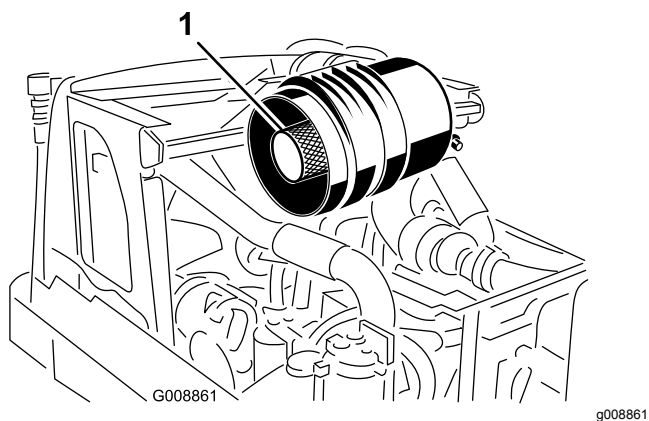

Рисунок 47
**Внимание:** Не пытайтесь очистить контрольный фильтр. Замену контрольного фильтра следует производить после каждых трех обслуживаний фильтра грубой очистки (Рисунок 47).